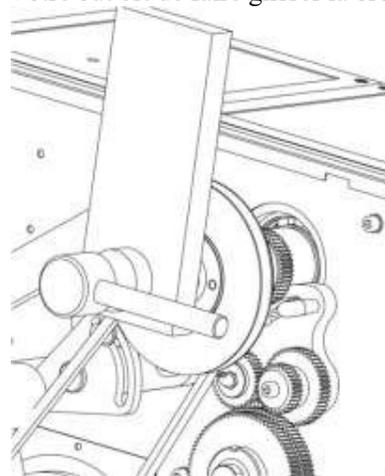

Figure 37
3. Placer un bloc en et frapper-le avec votre marteau (voir la Figure 37).